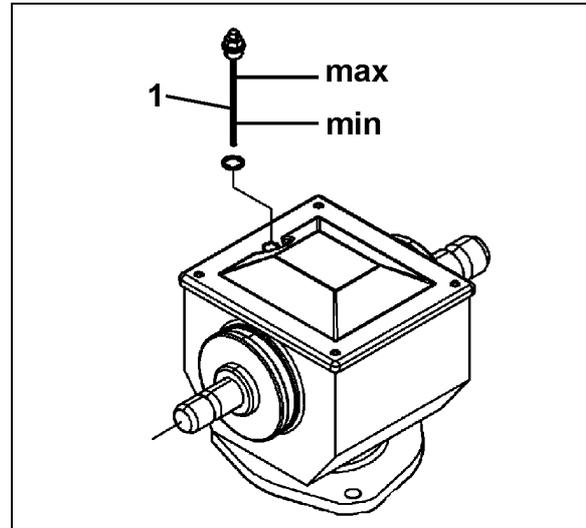

Fig. 52
A película de óleo na vareta do óleo (Fig. 52/1) deverá estar abaixo da marca "Max".
**A caixa de velocidades possui uma vareta do óleo (Fig. 52/1) com ventilação. A ventilação deve estar sempre garantida; caso contrário, a caixa de velocidades pode ficar com fugas!**